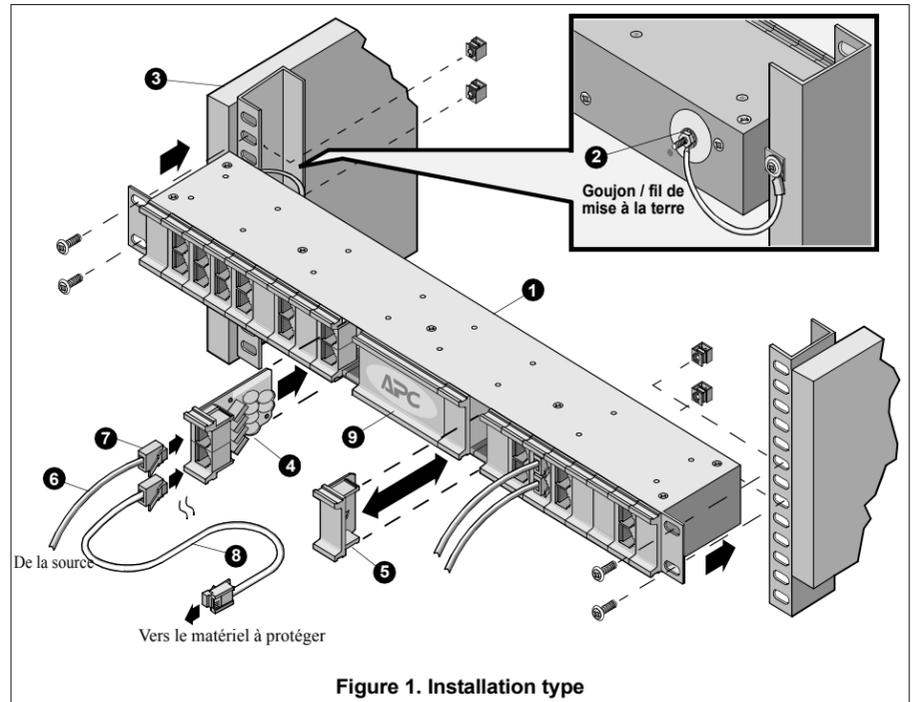

Figure 1. Installation type
APC recommande d'installer le châssis du système de parasurtension pour lignes de transmission de données ProtectNET™ PRM24 (1 figure 1) avec les pièces de montage fournies. D'autre part, le châssis doit être relié à une prise de terre appropriée. Un goujon de mise à la terre (2) a été prévu à l'arrière du châssis. Assurez-vous que le bâti ou l'armoire électronique (3) est correctement mis à la terre. Installez le châssis et les modules (4) comme illustré ci-dessous.